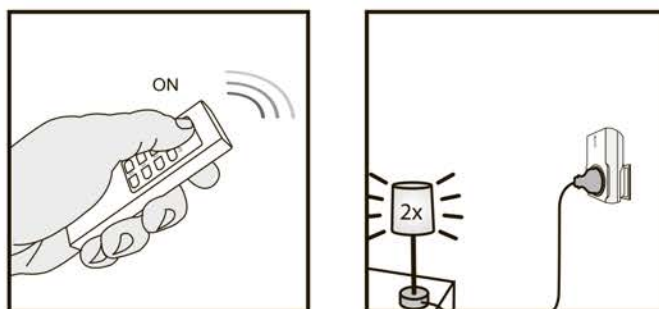

Рисунок 4
5.3. Нажмите кнопку ON на пульте ДУ при активном режиме обучения (светодиодный индикатор мигает), чтобы задать его код в памяти приемника. Приемник включится/выключится 2 раза для подтверждения приема кода (рисунок 4). В память приемника может быть записан только один код от пульта. При перерезаписи на другой пульт или другой канал пульта предыдущие значения стираются. При необходимости на один канал пульта можно записать несколько приемников. Для этого нужно повторить пункты 5.1–5.3 для других приемников. Данные в памяти сохраняются, когда приемник переподключается в другую розетку или в случае сбоя питания.